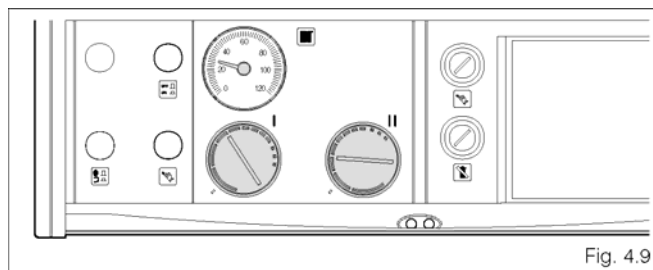

Fig. 4.9
- При изменении настроек термостатов котла (рисунок 4.9)